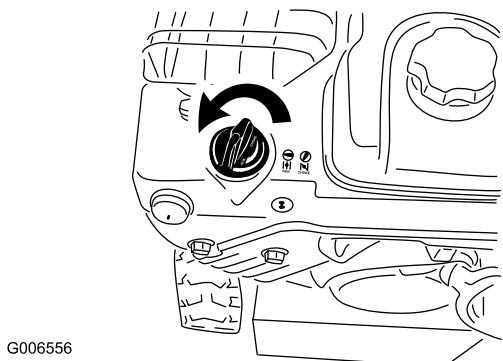

Figure 21
5. Tournez la commande de starter à la position Starter sélectionné (Figure 21).